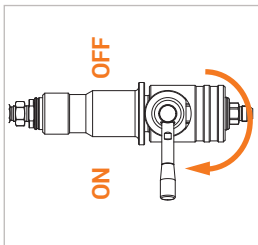

Abbildung 11
- ▶ Drehen Sie den Betätigungshebel (Pos. 3) der Füllkupplung vollständig um 180° in die ON-Position (Abbildung 11). **Wenn sich der Betätigungshebel nicht leicht drehen lässt,** nehmen Sie den Servicenippel nochmals heraus und setzen ihn erneut ein.